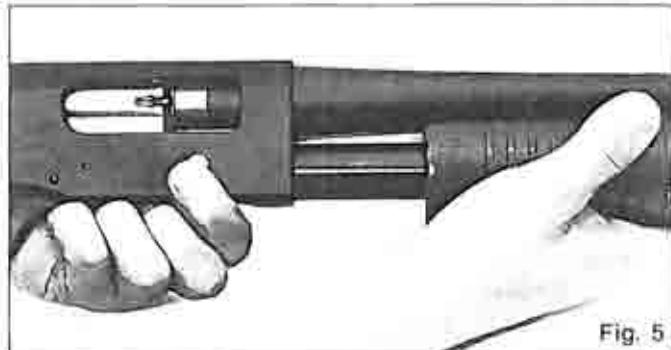

Fig. 5
- b3. Premendo il bottone di svincolo A3 far avanzare la manopola D fino a completa chiusura dell'otturatore A7 (Fig. 5).
*While pressing the cartridge latch button A3, slide the breech bolt handle D until the breech bolt A7 is completely closed (Fig. 5).*
*En appuyant sur le poussoir d'arrêt de culasse A3, faire avancer le devant bois D jusqu'à ce que la culasse mobile A7 est complètement fermée (Fig. 5).*